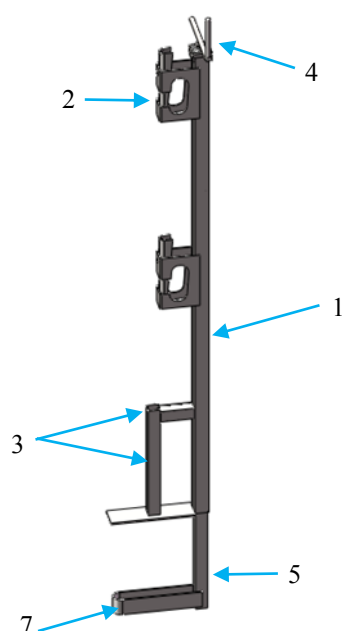

Fig. 3
Le garde-corps provisoire MH 11 est constitué de deux éléments (fig.3) : le premier élément est constitué par un montant verticale, réalisé avec un tubulaire à section carrée 30 x 1,5 mm (1) auquel sont soudés deux éléments en tôle pliée (2) qui constituent les supports du garde-corps principale et intermédiaire. Un système de deux tubulaires (3) soudés entre eux, assure le soutien de la plinthe.
## 8. Conditions générales d'utilisation ( fig. 3 )